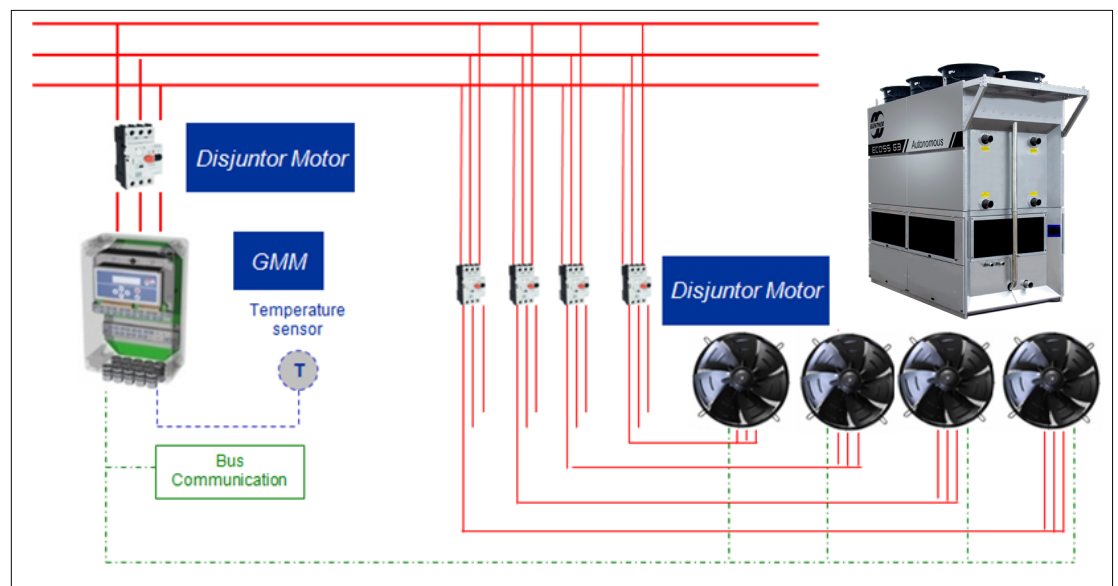

Imagen 1: Configuración del sistema con ventiladores EC + GMM.
Debido a la utilización de ventiladores axiales electrónicamente conmutados (EC), el panel y la instalación eléctrica en conjunto con el controlador GMM se torna de simple y fácil instalación, como puede ser observado en la imagen 1.